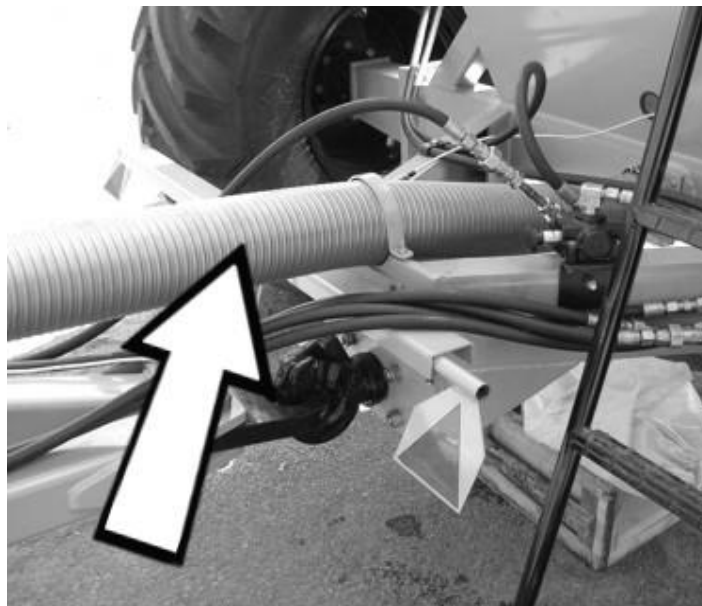

Рис. 4.6.3
4.6.8. После сцепки посевного агрегата с бункером закрепите пластиковый шланг Ø127 мм длиной 5800 мм на нижний входной конец трубы первичного распределителя и патрубок бункера (рис.4.6.3). Закрепите его с обеих сторон хомутами.